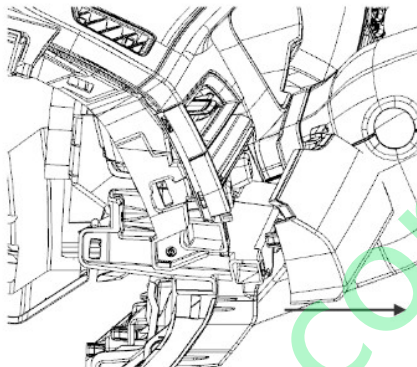

图 1.5.11 左下护板上装饰板拆卸示意图
- (1) 双手放在图 1.5.11 左下护板上装饰板侧边，沿图示箭头方向缓慢拔该零件直至装配处结构都脱开。